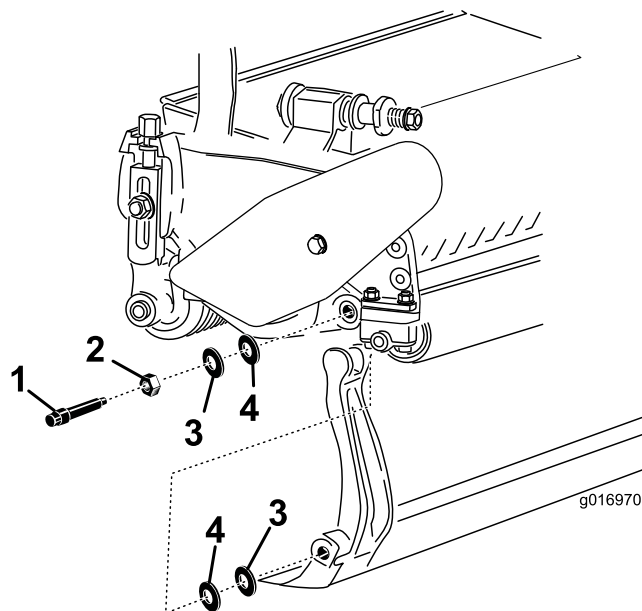

Figura 24
Tenete in considerazione le 2 rondelle di nylon e le 2 rondelle in acciaio stampato su ciascun lato della barra di appoggio (Figura 24).
3. Collocate una rondella di nylon su ciascun lato del risalto della piastra laterale. Posizionate una rondella di acciaio all'esterno di ciascuna rondella di nylon (**Figura 24**).